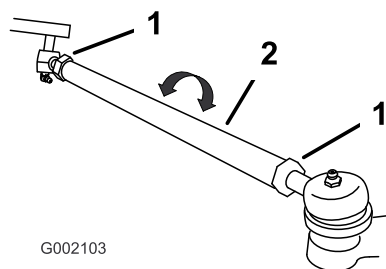

Рисунок 40
4. Если измеренное значение не находится в пределах от 0 до 6 мм, ослабьте зажимные гайки с обоих концов тяг (Рисунок 40).